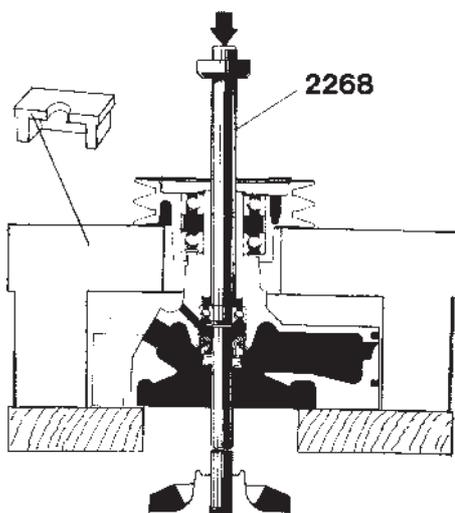

Fig. 195. Démontage de la turbine, des roulements et du joint
- A l'aide de l'outil 2268, extraire la turbine, l'arbre, le joint, la bague déflectrice et le roulement arrière d'un seul bloc (figure 195).